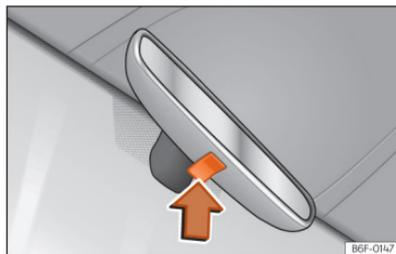

Fig. 89 Retrovisor com antiencandeamento manual.
- Para evitar o encandeamento, pressione a patilha do espelho retrovisor para cima >>> **Fig. 89** (seta).